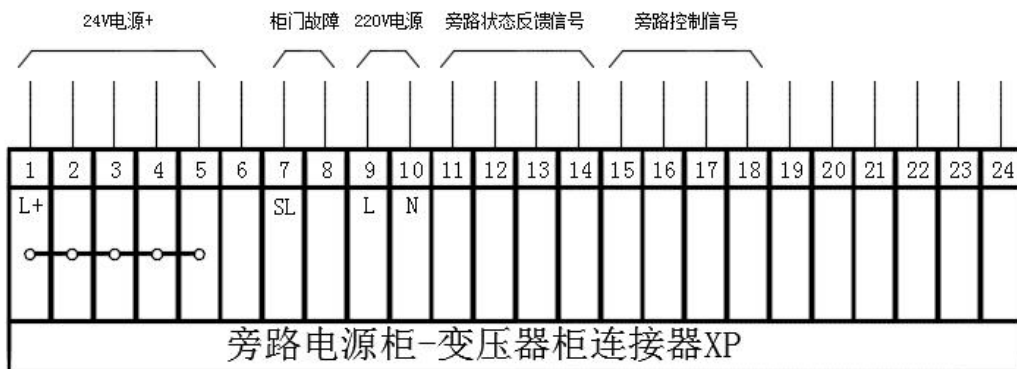

图 3-17 变压器与旁路柜的接线端子图
- 变压器与旁路柜的接线端子在变压器柜左侧，主要有旁路柜的电源和高压隔离开关的状态信号的接线，其标准的接线端子如图 3-17 所示。